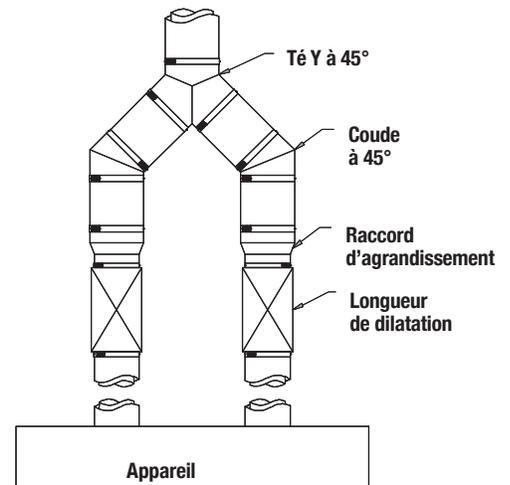

Figure 14 - Té Y à 45°
- Ce genre de té est utile quand la cheminée est située entre deux appareils ou avec un système d'évacuation double. Utiliser la même méthode de support et respecter les mêmes considérations de dilatation thermique que pour les autres tés (voir **Figure 14**).